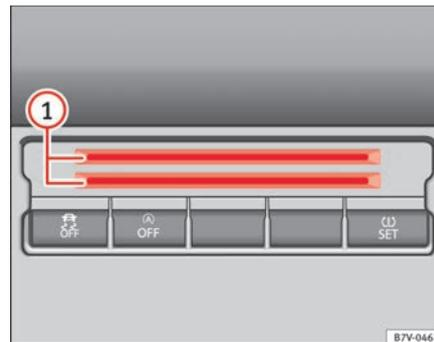

Abb. 113 Mittelkonsole unten: Kartenfach.
In der unteren Mittelkonsole können sich Kartenhalter ⇒ Abb. 113 ① zur Ablage von z. B. Münzen, Tankkarten, Parkscheinen oder Ähnlichem befinden.